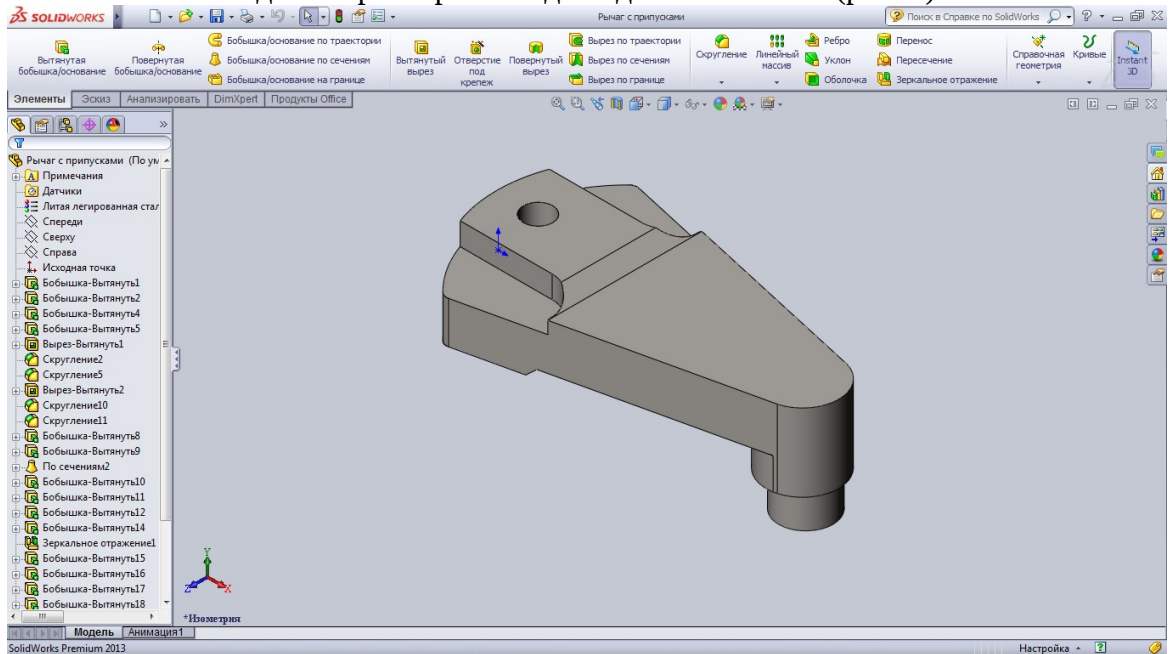

Рисунок 2 – Модель “Рычаг”
1. Создание трехмерной модели детали “Рычаг” (рис. 2)